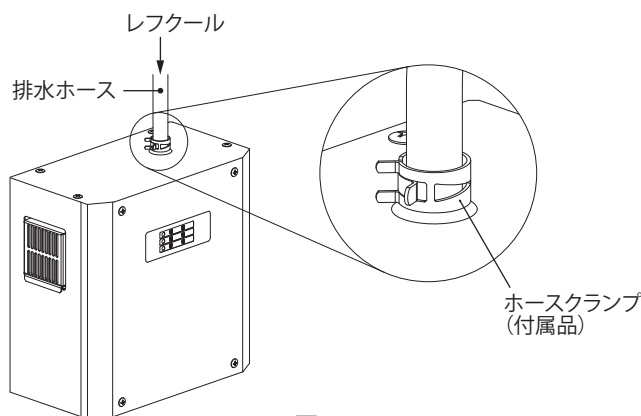

図 4
1. レフクールに接続した排水ホース（内径φ12mm）をドレン入水口に接続し、付属のホースクランプにて確実に固定してください。（図 4）